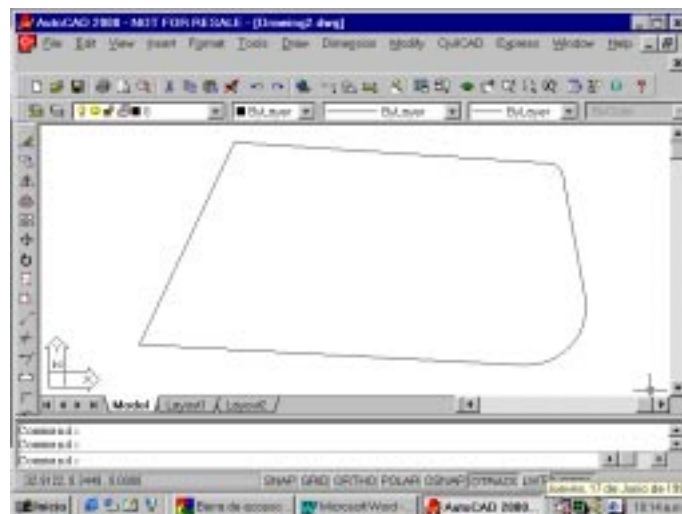

Fig. 16: Polígono a subdividir.
1. Dentro de AutoCAD abra el archivo DEMO1.DWG localizado en el directorio CIVILCAD. Aparecerá un polígono en pantalla (fig. 16)